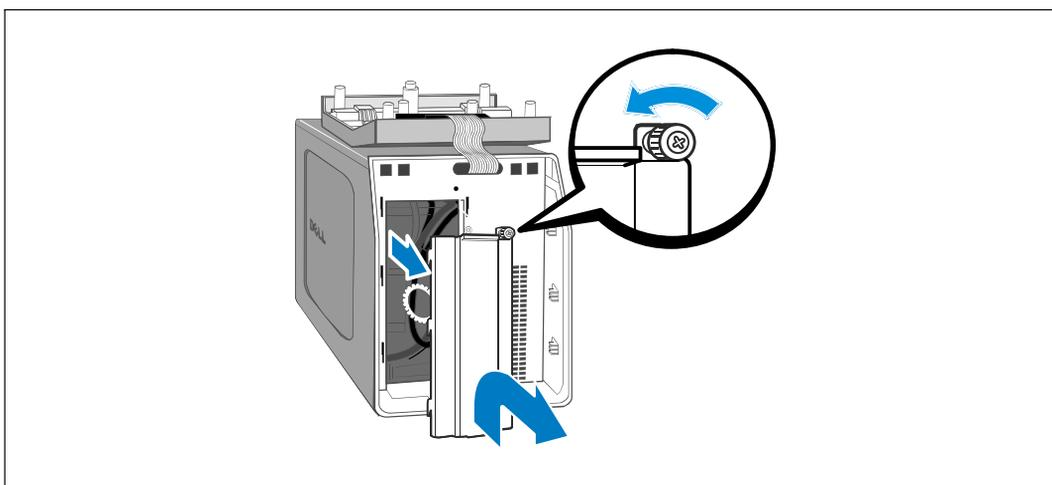

Рис. 11. Снятие крышки батарей
- 3 Отвинтите винты на металлической крышке батарей и поднимите ее, чтобы снять (см. Рис. 11).